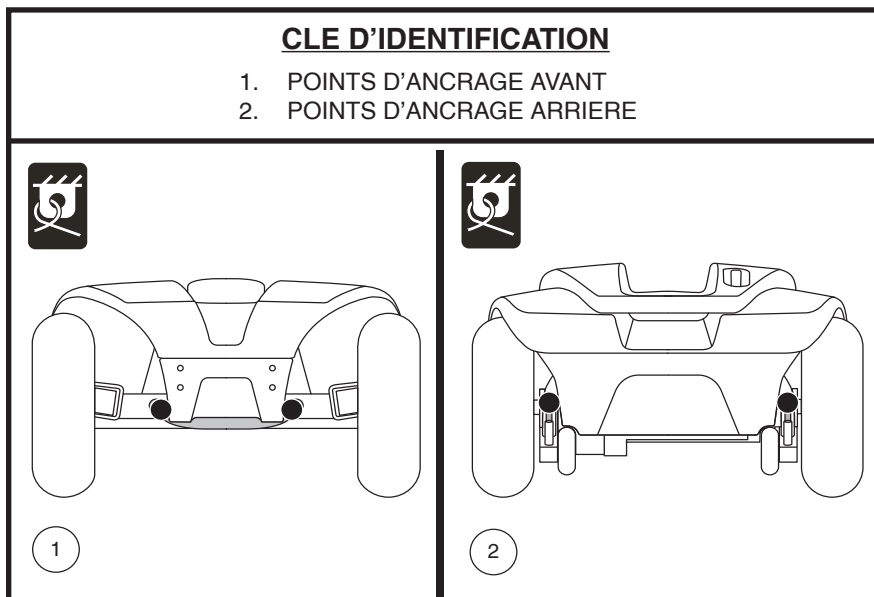

Figure 5. Points d'ancrage (indentié avec des points noirs)
Le scooter doit toujours être ancrés face à l'avant du véhicule. Fixez les quatre (4) courroies aux points d'ancrage désignés sur le scooter. Voir la figure 5. Serrez-bien les courroies pour retirer le jeu excessif. N'attachez jamais le scooter par ses composantes réglables ou mobiles tels que les accoudoirs, capots ou roues. Ces articles devraient être enlevés. Positionnez les points d'ancrage arrière des courroies directement derrière le scooter. Les points d'ancrage avant sont disposés plus loin de chaque coté du scooter afin d'augmenter la stabilité latérale.